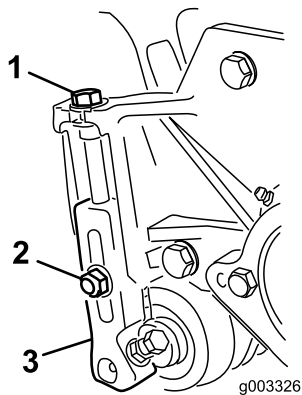

Figura 16
- Desaperte as porcas de bloqueio que fixam os suportes da altura de corte às placas laterais da unidade de corte (Figura 16).